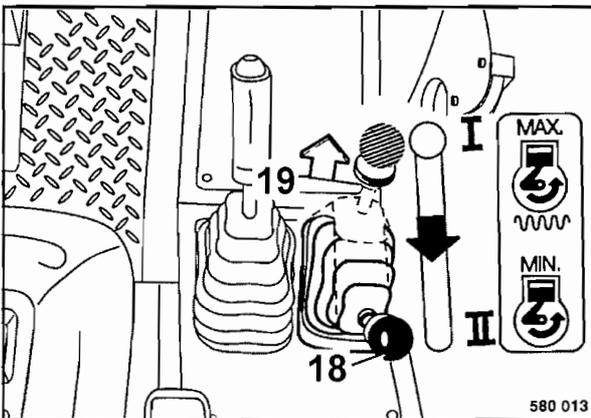

Fig. 40
- Tirar el disco de trinquete 19 (Fig. 40) hacia arriba y colocar la palanca reguladora de revoluciones (18) en posición "II" (ralentí).